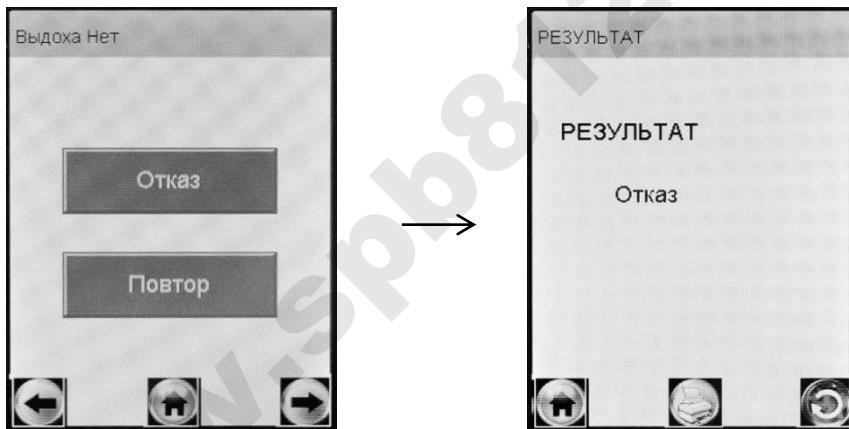

Рисунок 21 – Результат «Отказ от измерения»
2.9.1 Если при выполнении 2.7.10 настоящего РЭ выдох не был сделан своевременно, то окно готовности к отбору пробы «Дуйте» сменится окном «Выдоха нет» (рисунок 21, слева).